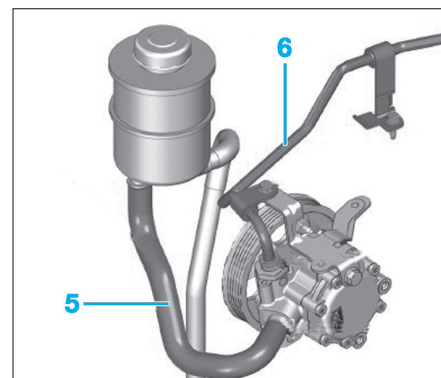
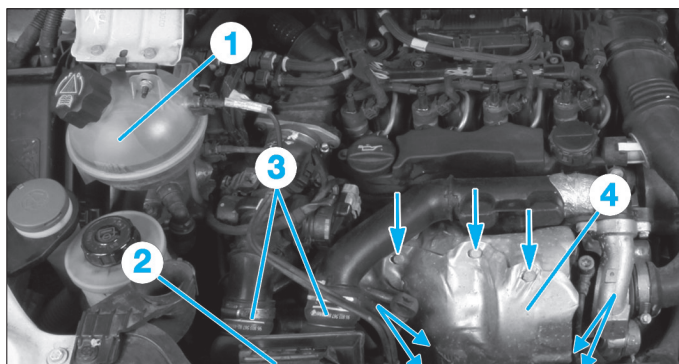
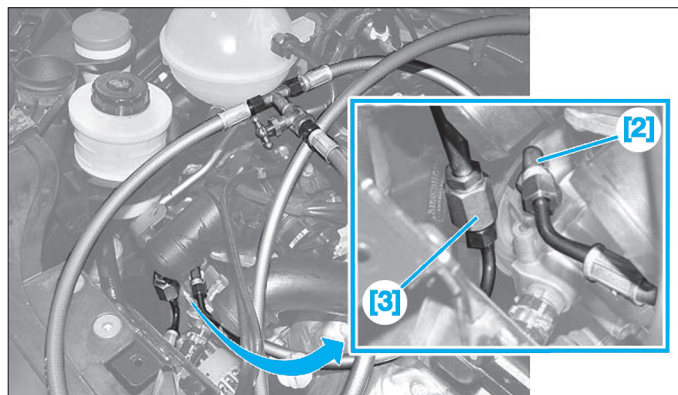

Fig. 17
Fig. 16
Fig. 23
- les manchons (3),
- l'écran thermique (4) du collecteur d'échappement.
- Mettre en place une pince durite sur la canalisation d'alimentation basse pression (5) de la pompe de direction assistée (Fig.17).
- Desserrer la canalisation haute pression (6) d'assistance de direction.
- le vase d'expansion (1) (Fig.16),
- la boîte relais (2).
- la boîtier relais (2).
- Déposer les manchons (3).
- Mettre en place un pince durit sur la canalisation d'alimentation basse pression (5) de la pompe de direction assistée (Fig.17).
- Desserrer et désaccoupler la canalisation haute pression (6) d'assistance de direction.
- Visser le raccord [2] sur la pompe de direction assistée et le raccord [3] sur la canalisation haute pression (Fig.23).